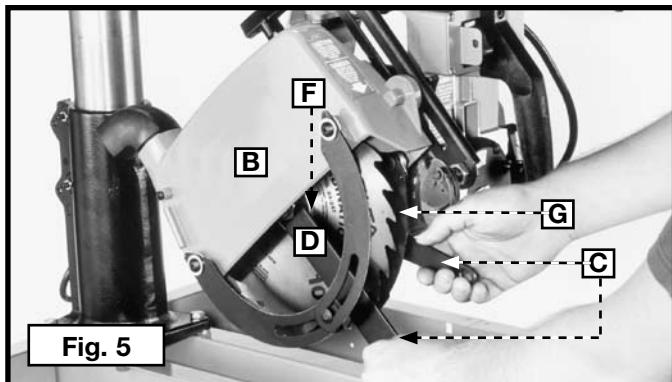
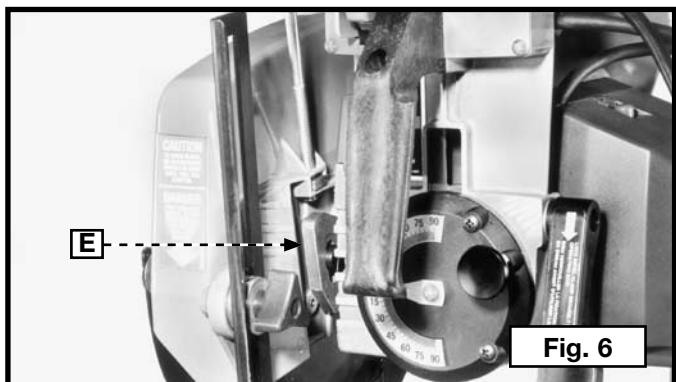

Fig. 5
Fig. 6
2. Utiliser les clés (C) Figure 5 pour desserrer l'écrou d'arbre (D).
3. Lever la came (E) Figure 6 qui maintient le protège-lame (B) Figure 5 en position. Enlever le protège-lame (B), la bride extérieure de la lame (F) et la lame (G).